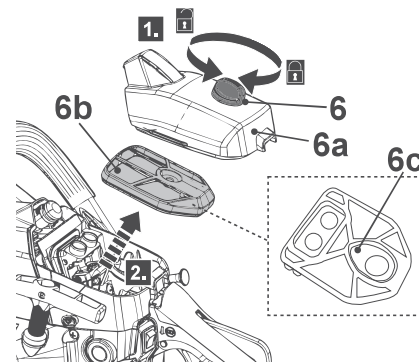

Fig. 52
1. Afloje el tornillo de fijación (6) (Fig. 52, paso 1) y retire la tapa del filtro de aire (6a) para llegar al filtro de aire (6b).
2. Retire el filtro de aire (6b) del perno de soporte y conserve la junta de goma (6c) en su sitio para no perderla (Fig. 52, paso 2).
5. Vuelva a colocar la tapa del filtro de aire (6a) y fíjela con el tornillo (6).